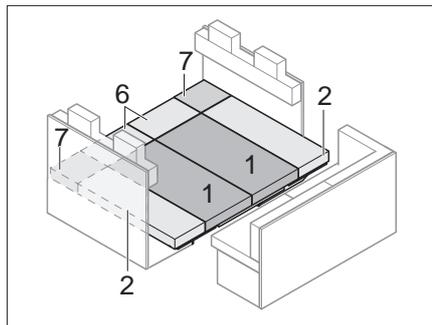

Bild 163 Nach dem Umbau
- Sitz-, Rücken- und Zusatzpolster wie in Bild 163 gezeigt auflegen.